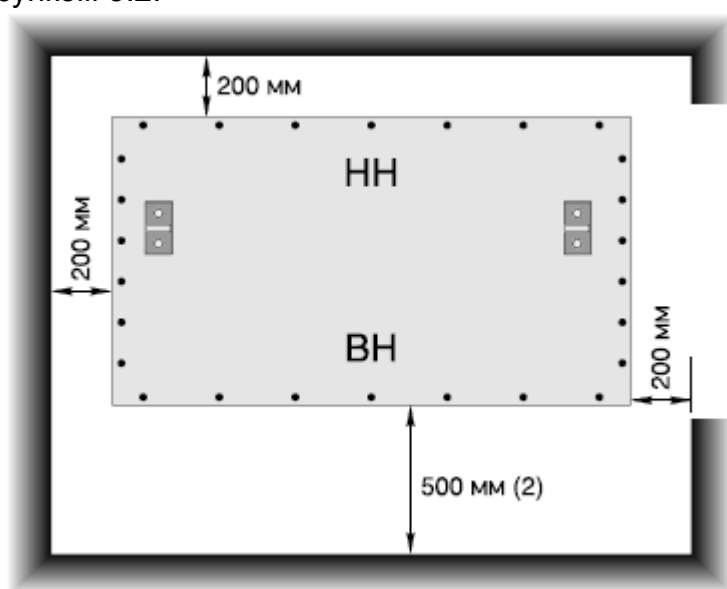

Рис.3.2. Минимальные требуемые расстояния между трансформатором Trihal защищенного исполнения и стен.
3.2.2.9.1. Защитный кожух исполнения IP31 является разборным и предназначен для защиты трансформатора, устанавливаемого внутри помещения. При установке кожуха не требуется соблюдение каких-либо дополнительных инструкций, кроме тех, что уже указаны в данном документе, при условии сохранения минимального расстояния 200 мм (500 мм со стороны ВН) между стенкой кожуха и стеной подстанции, для свободного прохождения воздуха через вентиляционные решетки и обеспечения необходимого уровня охлаждения (см. рис. 3.2). При этом необходимо предусмотреть доступ к отводам для регулировки высокого напряжения. Необходимо убедиться, что выполненная система вентиляции достаточна для рассеивания тепла всего установленного оборудования.